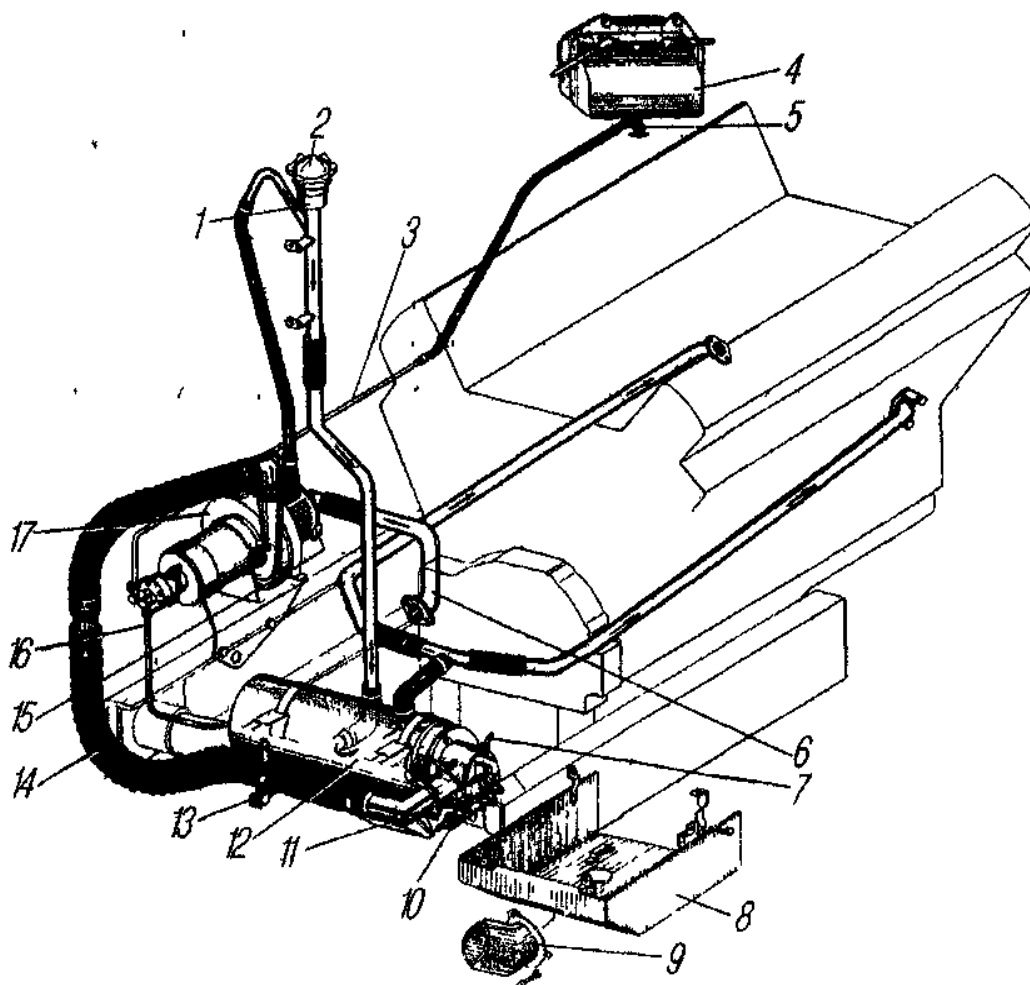

Рис. 21. Система предпускового подогрева двигателя:
- котел 12 (рис. 21), расположенный на первой поперечине рамы автомобиля;
Подогреватель работает следующим образом. Топливный насос забирает топливо из бачка подогревателя и под давлением при открытом электро-магнитном клапане впрыскивает его через форсунку в горелку, где распыленное топливо смешивается с воздухом, воспламеняется и сгорает, нагревая в котле жидкость. Под действием насоса жидкость циркулирует по трубопроводам, по блоку в направлении, показанном стрелками на рис. 21.